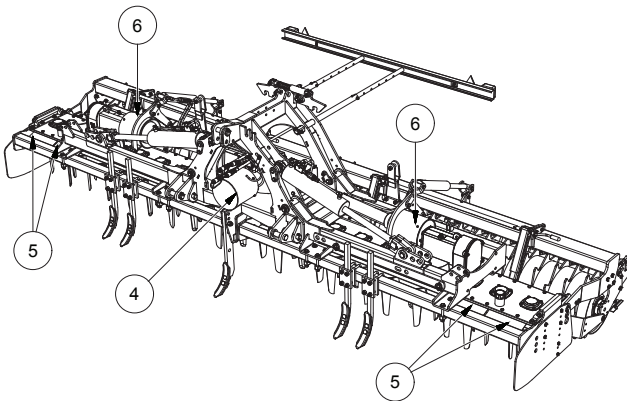

FIG. 18
- Schutzvorrichtung der Zapfwelle der Traktorseite (4, "Fig. 18").
- Schutzblech zum Werkzeugbereich hin (5, "Fig. 18").
- Schutz der seitlichen PTO-Boxen (6, Fig. 18)